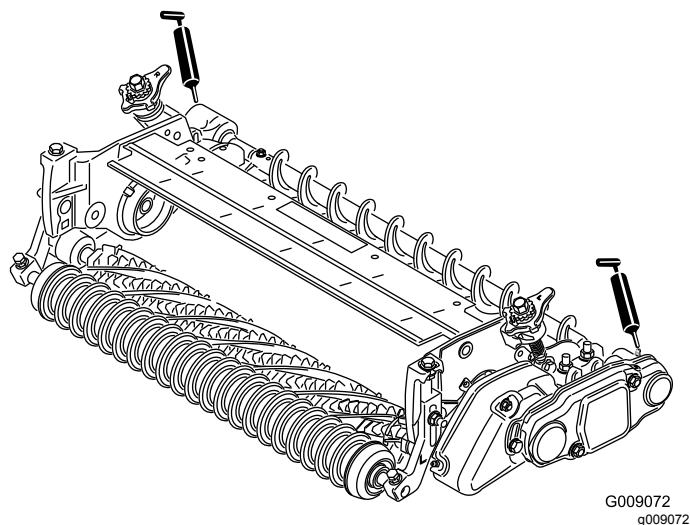

Рисунок 35
27. Заправьте масленки на каждом корпусе подшипника щетки катка и на остальной части режущего блока консистентной смазкой № 2 общего назначения на литиевой основе (Рисунок 35).